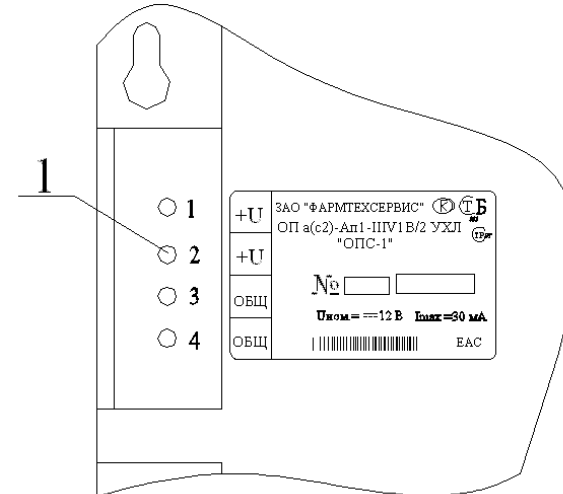

Рисунок 1
1.3.3 Оповещатель подключается к источнику питания и шлейфу с помощью клеммной колодки 1 (рисунок 1), расположенной на задней стенке основания оповещателя.